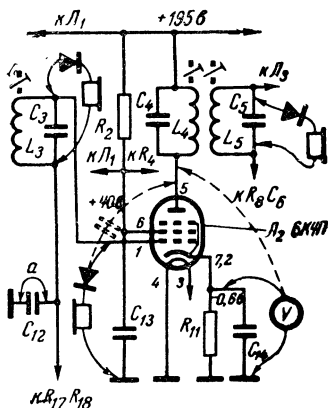

Рис. 19. Схема каскада усиления промежуточной частоты.
**Усилитель промежуточной частоты** (рис. 19). Каскад усиления промежуточной частоты по конструкции проще, чем преобразователь. Здесь всего три основных элемента: сеточный контур  $L_3C_3$ , являющийся одновременно выходным контуром преобразователя и вход-
Говоря о проверке цепей преобразователя частоты, мы рекомендовали тогда временно замкнуть накоротко конденсатор  $C_{12}$ . Сделайте это и сейчас (перемычка  $a$  на рис. 19), чтобы нижний (по